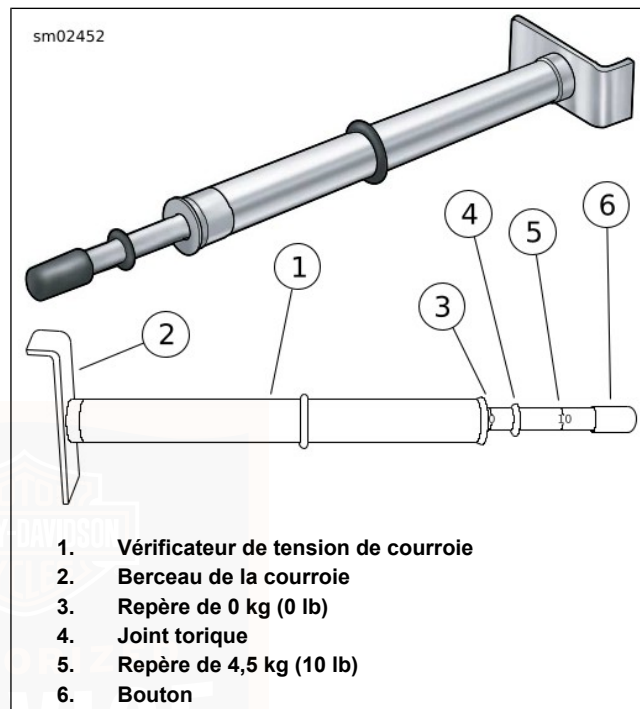
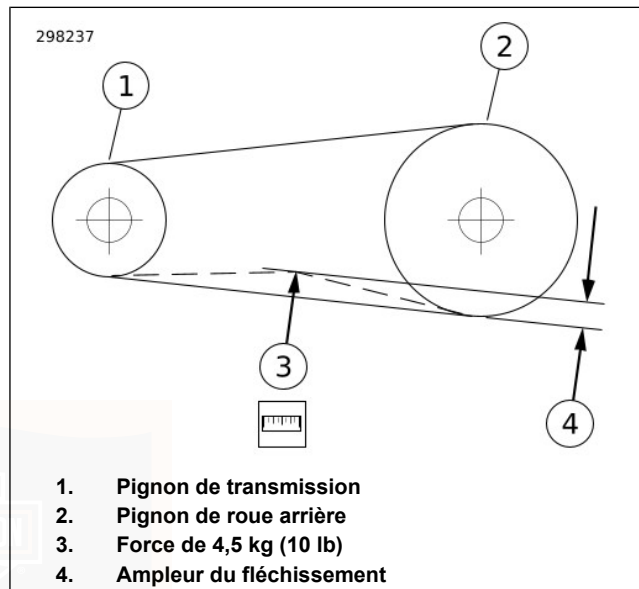

Figure 61. Vérificateur de tension de courroie
Figure 63. Vérification du fléchissement de la courroie
3. Voir Figure 61. Mesurer le fléchissement de la courroie à l'aide de BELT TENSION GAUGE (VÉRIFICATEUR DE TENSION DE COURROIE) (N° DE PIÈCE : HD-35381-A) :
- a. Faire glisser le joint torique (4) vers le repère de 0 (3).
- b. **Modèles équipés d'une fenêtre de fléchissement de courroie** : ajuster le berceau de la courroie (2) contre le bas de la courroie d'entraînement en alignement avec la fenêtre de fléchissement de courroie.
- c. **Tous les autres modèles** : ajuster le berceau de courroie (2) contre le bas de la courroie d'entraînement à mi-chemin entre les poulies d'entraînement.
- d. Pousser le bouton (6) vers le haut jusqu'à ce que le joint torique s'abaisse vers le repère de 4,54 kg (10 lb) (5) et s'immobilise.
- a. **Modèles équipés d'une fenêtre de fléchissement de courroie** : voir Figure 63. Mesurer le fléchissement de la courroie tel qu'il apparaît dans la fenêtre de fléchissement de la courroie tout en maintenant fixe le vérificateur. Chaque graduation de fléchissement est environ 1,6 mm (1/16 in).